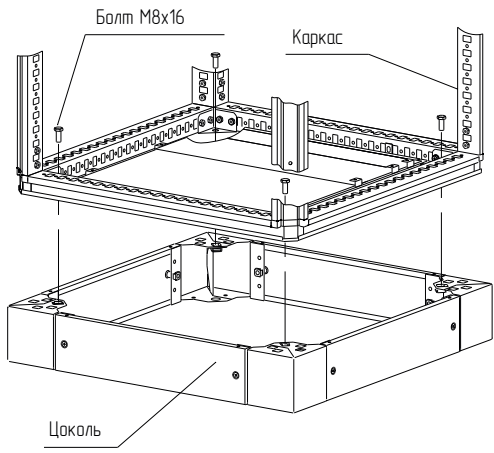

Рисунок 8
4.3.5 Установите каркас на цоколь и закрепите четырьмя болтами М8×16 (рисунок 8). Момент затяжки – 10 Н·м.